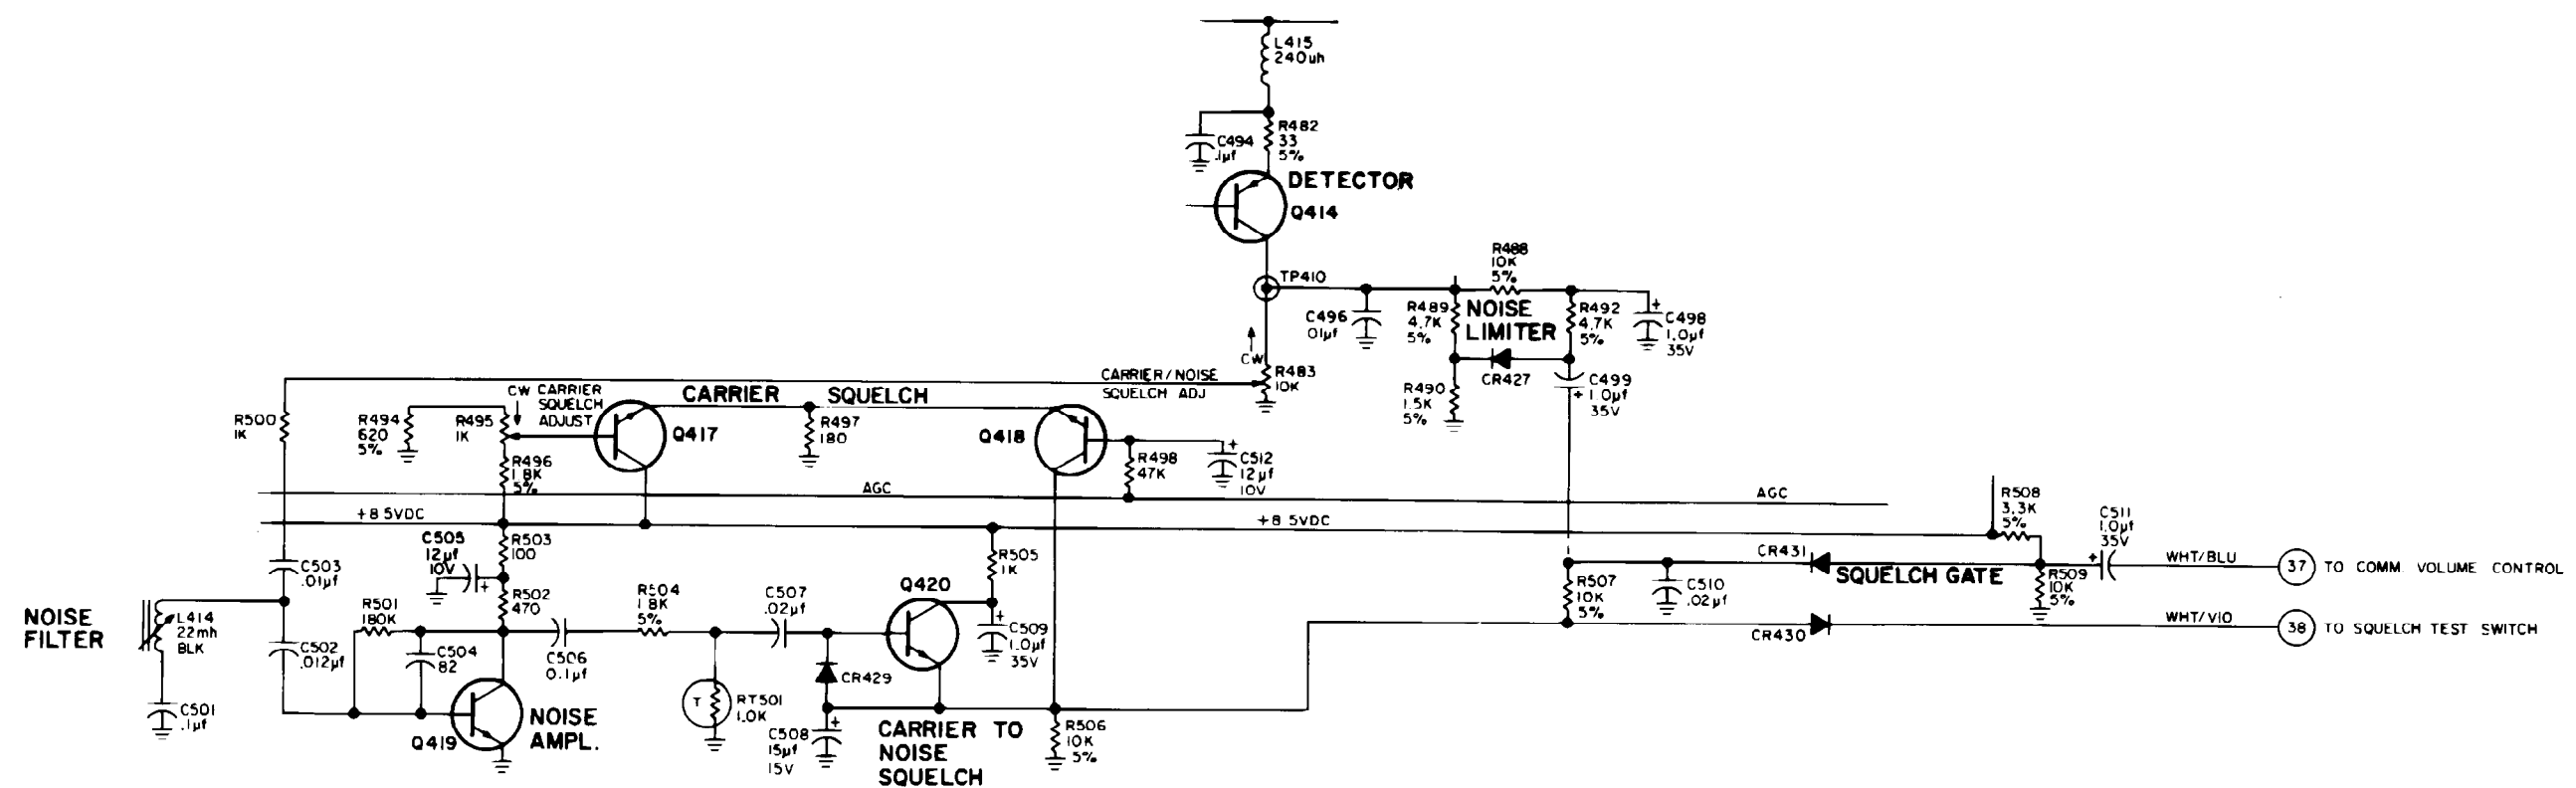

FIGURE 5-44 COMM SQUELCH GATE, NOISE AMPLIFIER AND FILTER, CARRIER TO NOISE SQUELCH AND CARRIER SQUELCH
5. 8. 11 SQUELCH GATE (Figure 5-44)
5. 8. 12 NOISE AMPLIFIER AND FILTER (Figure 5-44)
5. 8. 13 CARRIER TO NOISE SQUELCH (Figure 5-44)
5. 8. 14 CARRIER SQUELCH (Figure 5-44)